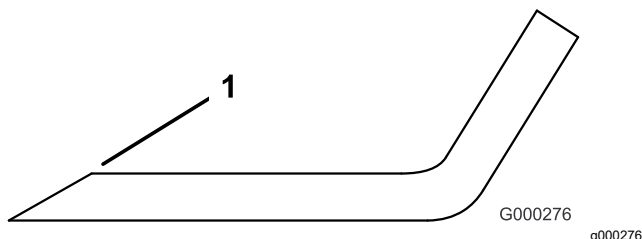

Figura 92
3. Inspeccione los filos de corte de todas las cuchillas, y afílelos si están romos o tienen mellas (Figura 92).
Nota: Afíle únicamente la parte superior del filo y mantenga el ángulo de corte original para asegurar un filo correcto (Figura 92). La cuchilla permanece equilibrada si se retira la misma cantidad de material de ambos filos de corte.